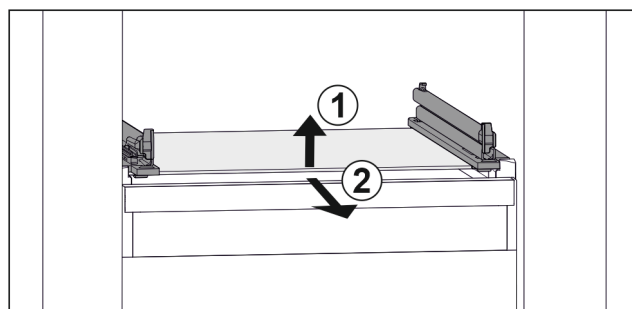

Fig. 139 Eksempel på fremstilling av glassplaten
- Løft opp glassplaten foran. Fig. 139 (1)
- Ta ut glassplaten fremover. Fig. 139 (2)